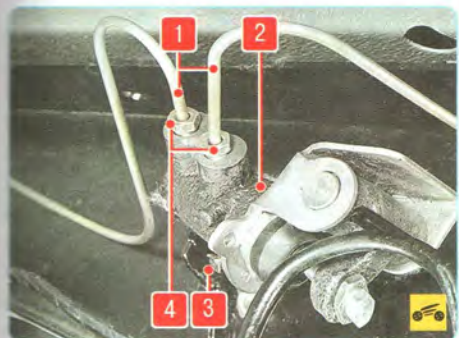

Рис. 9.8. Регулятор давления тормозов: 1 – тормозные трубопроводы; 2 – регулятор давления; 3 – кронштейн крепления; 4 – гайки
2. Отверните гайки 4 (рис. 9.8) крепления и отсоедините трубопроводы 1 от регулятора давления. Заглушите отверстия трубопроводов. Отверните две гайки крепления и снимите регулятор 2 давления с кронштейна 3.